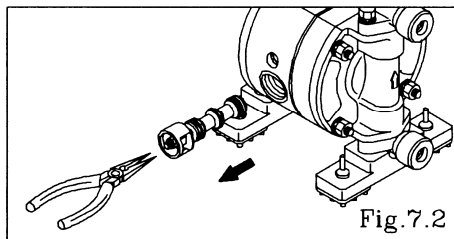

Fig.7.2
- ・ ラジオペンチを使用して C 形スプール組立を引き抜き、C 形スプール組立からシールリングを取り外す。[Fig.7.2]